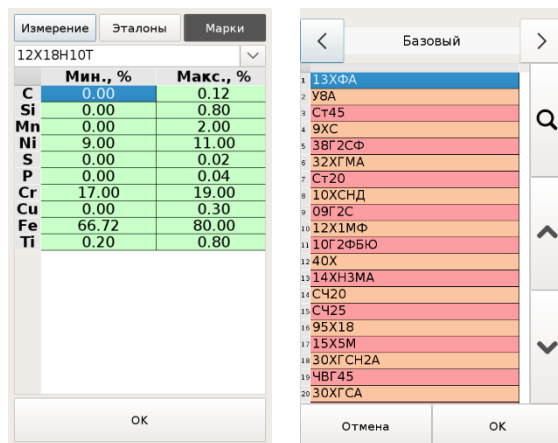

Рисунок 12 Окна выбора марки для сравнения
- 5.4.7.1. При переходе в режим пользователю предлагается выбрать элемент марочника для сравнения (Рисунок 12).